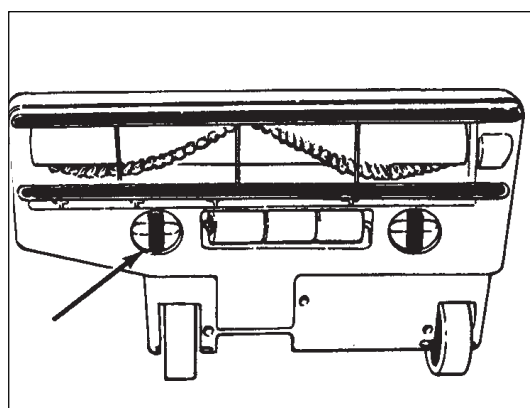

Figure 22
2. Tournez les verrous qui fixent le plateau de bec. Voir figure 22.